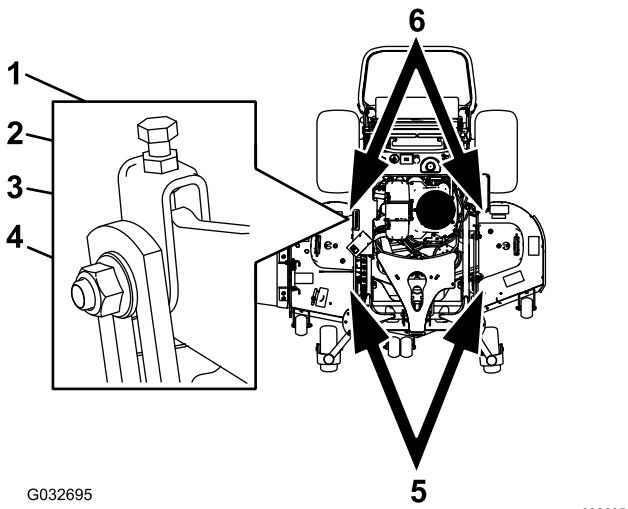

Figure 94
- Desserrez l'écrou de blocage et l'écrou latéral dans les chapes que vous voulez régler (Figure 94).
- Tournez le boulon supérieur de ces chapes pour régler la hauteur du tablier de coupe (Figure 94).
- Si la mesure n'est pas correcte, localisez les 2 chapes avant sur la machine (Figure 94).